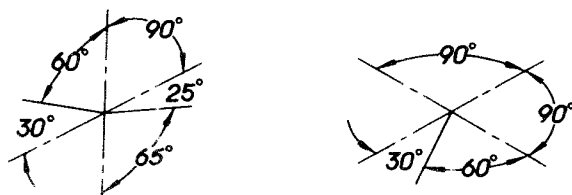

图 20
3.3 标注角度的尺寸线，应画成与该坐标平面相应的椭圆弧，角度数字一般写在尺寸线的中断处，字头向上（图 20）。